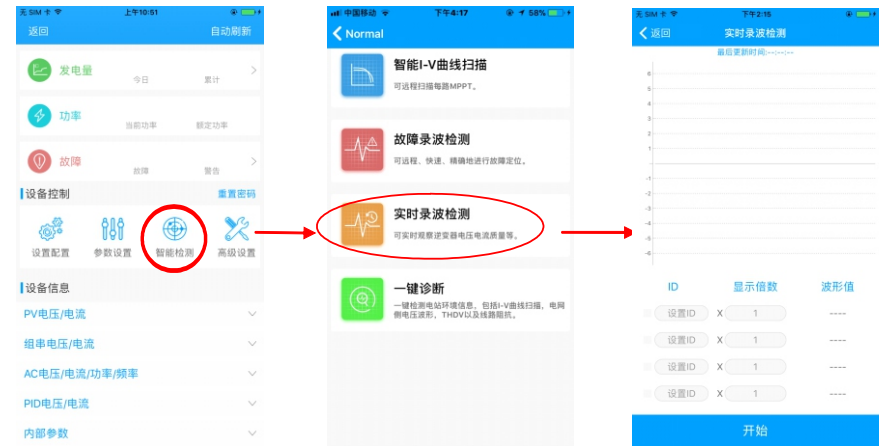

图 8.41
G.实时录波检测：可实时观察逆变器电压电流质量等，如图8.41。